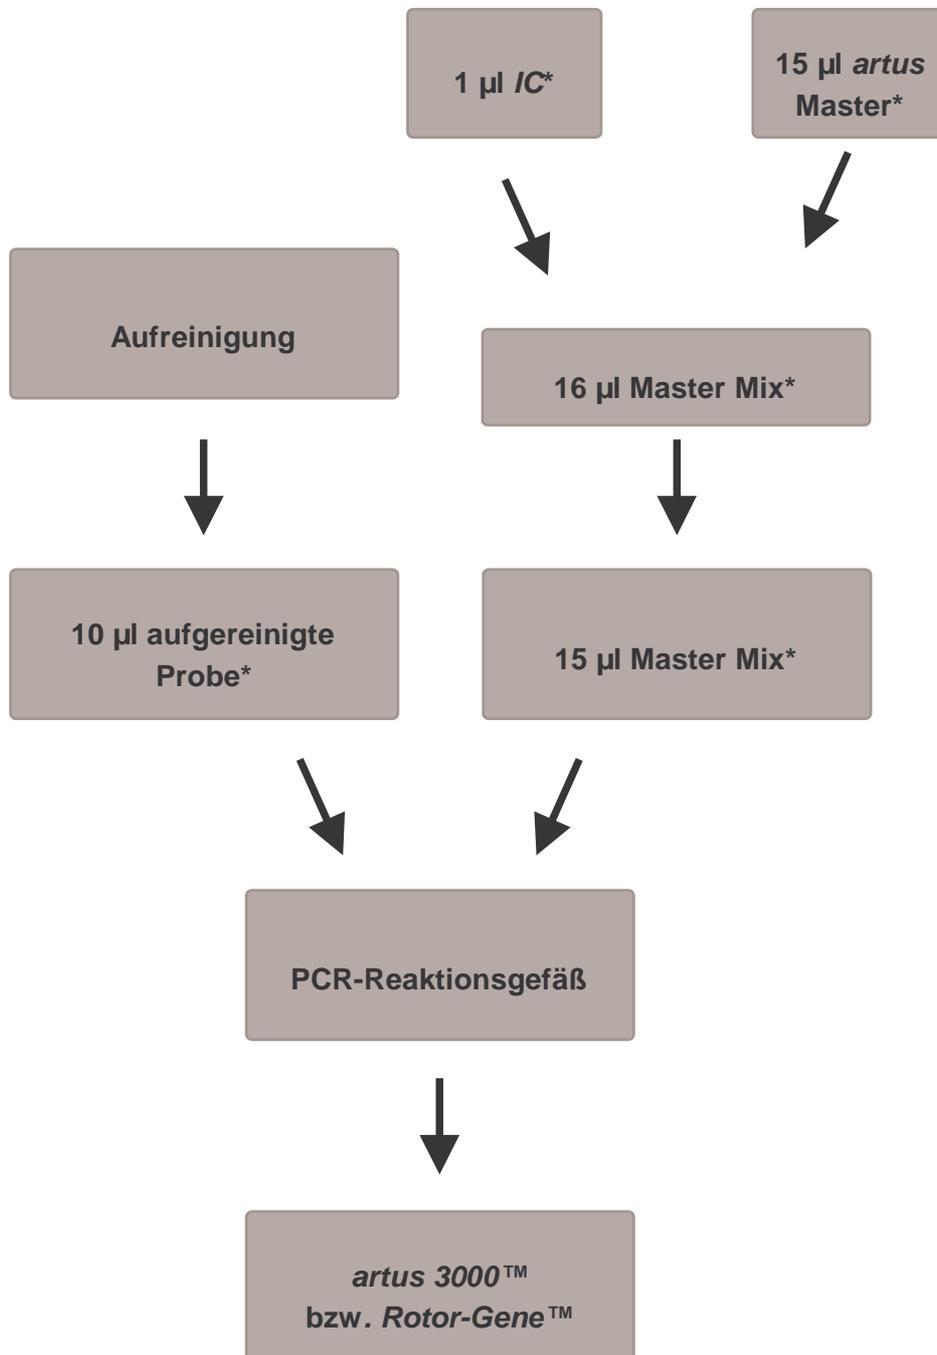

Abb. 2: Schematischer Arbeitsablauf zur Kontrolle der PCR-Inhibition.
Optional kann die *Interne Kontrolle* **ausschließlich zur Kontrolle einer möglichen Inhibition der PCR** verwendet werden (siehe Abb. 2). Hierfür geben Sie pro Ansatz 1  $\mu\text{l}$  der *Internen Kontrolle* direkt zu 15  $\mu\text{l}$  SARS-CoV RG/TM Master hinzu. Verwenden Sie für jede PCR-Reaktion 15  $\mu\text{l}$  des so hergestellten Master Mixes\* und fügen Sie anschließend 10  $\mu\text{l}$  der aufgereinigten Probe hinzu. Sollten Sie einen Lauf für mehrere Proben ansetzen, so erhöhen Sie die benötigten Mengen des SARS-CoV RG/TM Masters und der *Internen Kontrolle* entsprechend der Probenzahl (siehe **8.5 Vorbereitung der PCR**).
**Inhibition** einsetzen, so muss sie direkt zum *SARS-CoV RG/TM Master* zugesetzt werden. In diesem Fall verwenden sie folgendes Pipettierschema (siehe auch schematische Übersicht in Abb. 2):